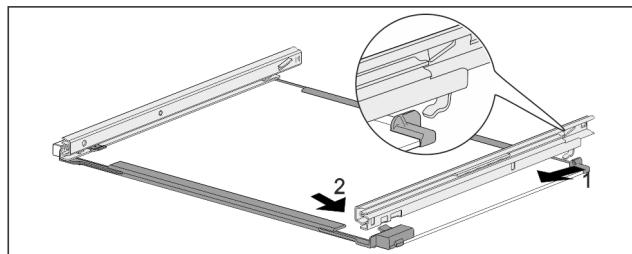

Fig. 175 Sklenená doska s kolajničkami
- ▶ Zaháknite kolajničku vzadu. Fig. 175 (1)
- ▶ Zaklapnite kolajničku vpred. Fig. 175 (2)